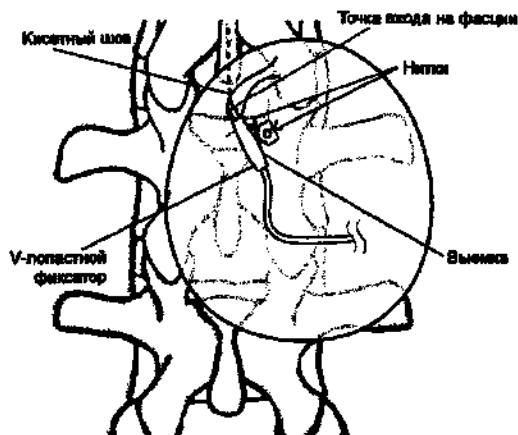

Рис. 6. Размещение V-лопастного фиксатора.
19. Скрепите лопасти фиксатора толстыми нерассасывающимися нитями, продетыми в отверстия, и прикрепите их к окружающей фасции (Рис. 6 на стр. 54).